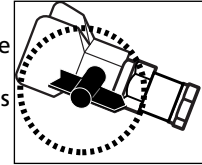

Figure 3 - Tourner la poignée de la buse à la position de nettoyage
- ▶ tourner la poignée de la buse à la position de nettoyage (voir figure 3)